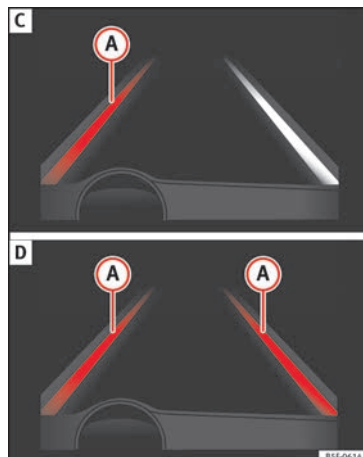

Fig. 213 No ecrã do painel de instrumentos: Indicação no ecrã do sistema de aviso de saída da via de circulação (exemplo 2).
- O sistema está a funcionar, a linha destacada **A** indica que havia risco de ultrapassar involuntariamente a linha da via de circulação e está a atuar sobre a direção para corrigir a trajetória » **Fig. 213 C**.
- As duas linhas destacadas **A** acendem-se de forma alternada quando as duas linhas de via de circulação são reconhecidas e está ativada a função de guia da via de circulação » **Fig. 213 D**.